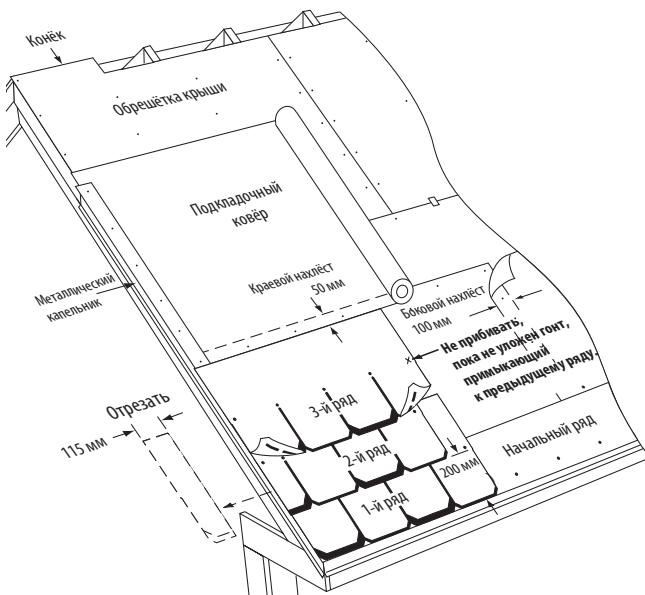

Рис. 16-9. Укладка первых трёх рядов на крышу со стандартным уклоном.
**1-Й РЯД:** В начале первого ряда уложите целый гонт в левом нижнем углу крыши. Расположите язычки вровень с левым и нижними краями начального ряда (Рис. 16-9).
**2-Й РЯД:** Отрежьте 11,4 см от левого края целого гонта. Уложите получившийся больший кусок на гонт первого ряда, бровень с левым краем, оставив первый ряд открытым на 20,3 см. Отбейте вертикальные и горизонтальные меловые линии, как необходимо (Рис. 16-9). Убедитесь, что гонты выровнены надлежащим образом.